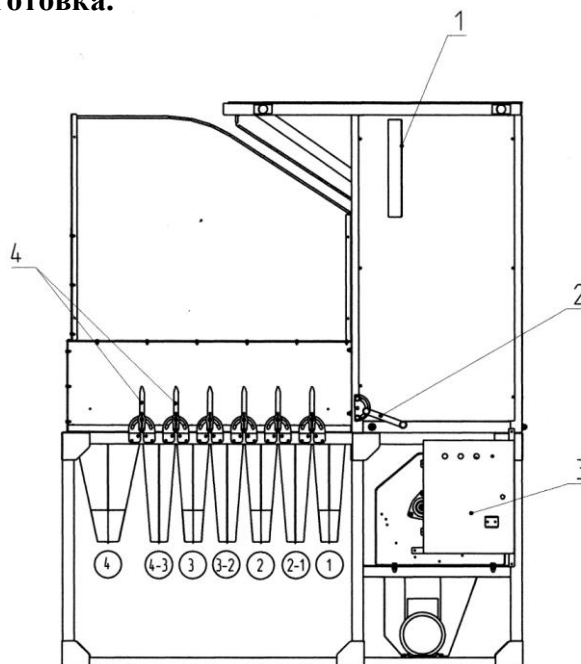

рис. 8
7.2.2. Добавляя поток воздуха вращением ручки регулятора оборотов вентилятора по часовой стрелке, необходимо добиться, чтобы в лоток №1 (рис. 8) попадали единичные экземпляры основной культуры. При этом в лоток №4 должны попадать самые легкие и мелкие примеси. Необходимо следить за тем, чтобы в лоток №4 при этом не попадало целое качественное зерно. В лоток 1 должны попадать тяжелые примеси, камни, склероции и т.д. В этом случае настройка машины на заданную культуру считается завершенной.
Данная регулировка производится межфракционными шторками 4 (рис. 8)
7.3.9. По завершению настроек качества очистки необходимо увеличить подачу материала с помощью ручки управления заслонкой бункера 2 (рис 8). Увеличивать подачу предпочтительно ступенчато за 2 - 3 подхода. Вначале необходимо увеличить подачу материала в бункер-питатель (обычно увеличивая подачу нории, при установке машины на зерноперерабатывающих комплексах). Затем поворачивая ручку управления заслонкой бункера 2 (рис 4) против часовой стрелки увеличить подачу материала в машину. При этом необходимо контролировать уровень исходного материала в бункере по контрольному окну 1 (рис. 8). Уровень материала в бункере должен находиться в пределах половины высоты контрольного окна.